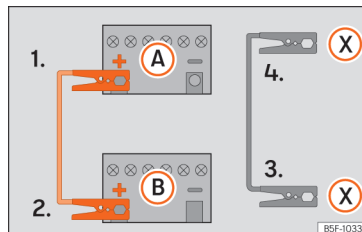

Abb. 55 Anschlusschema für Fahrzeuge mit Start-Stopp-System.
- 4b. Bei Fahrzeugen mit Start-Stopp-System: ein Ende des schwarzen Starthilfekabels (X) an einen geeigneten Masseanschluss, ein massives, fest mit dem Motorblock verschraubtes Metallteil oder an den Motorblock selbst anklammern » » Abb. 55.
5. Klemmen Sie das andere Ende des schwarzen Starthilfekabels (X) im Fahrzeug mit der entladenen Batterie an ein mit dem Motorblock verschraubtes, massives Metallteil oder an den Motorblock selbst, aber so weit wie möglich von der Batterie (A) entfernt an.